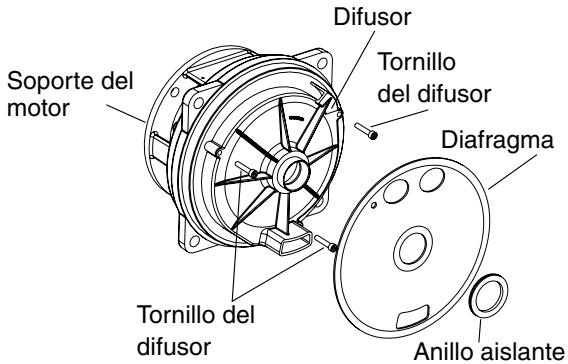

Figura 9
B. Desmontaje de la Bomba (Apéndice I y Figura 9)
Montar nuevamente la unidad apretando primeramente la junta cerámica en la placa de la junta. Usar alcohol de fricción como lubricante. No use aceite, vaselina o grasa, porque esto perjudicará las superficies de sellado de la junta del eje durante la operación. A continuación, instalar el soporte del motor en el motor usando los cuatro tornillos. Apretar los tornillos en diagonal para garantizar el ajuste correcto. Instalar la junta del eje y después instalar la turbina y la junta. El difusor se posiciona con tres tornillos y después solamente se puede instalar cuando esté en el sentido correcto (Figura 9). Posicionar el diafragma en el orificio de succión del difusor. (como muestra la Figura 9). El anillo aislante deslizará sobre el orificio del difusor en la parte de arriba del diafragma. Levantar el conjunto del motor y colocarlo dentro de la caja de la bomba, ajustándolo con los 4 tornillos. Al asentar la caja de la bomba contra el soporte del motor, el diafragma debe quedar encajado entre ellos alrededor de todo el perímetro. Esto permite que el diafragma sirva de junta entre las dos partes de hierro fundido. Si el diafragma no está ubicado correctamente la unidad tendrá pérdidas cuando se llene la caja con agua. Apretar todos los tornillos con un torque de 185 pulgadas/libra en diagonal para asegurar el asentamiento adecuado de todos los componentes.